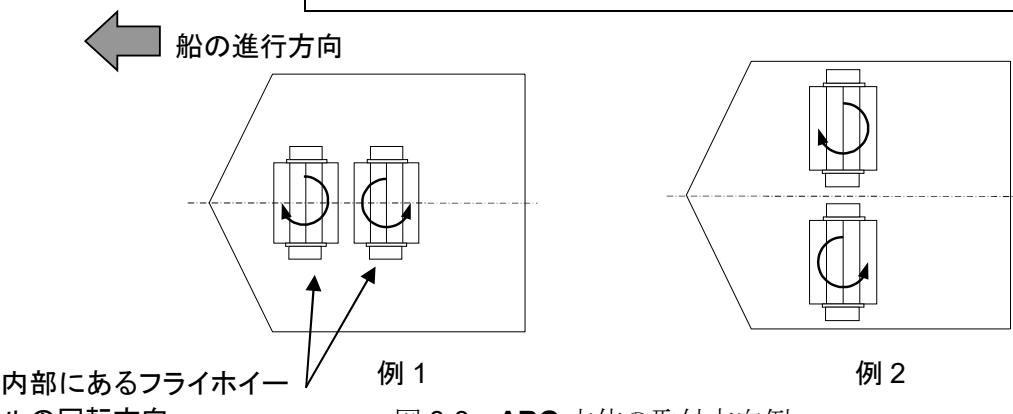

図 3-3 ARG 本体の取付方向例
③ARG 本体の取付は、船の進行方向に対して 図 3-3 のように長手方向が直角になるように配置して下さい。
④**ARG** を複数台設置する場合は、図 3-3 のように隣接する **ARG** の回転方向がそれぞれ対向するように取り付けて下さい。